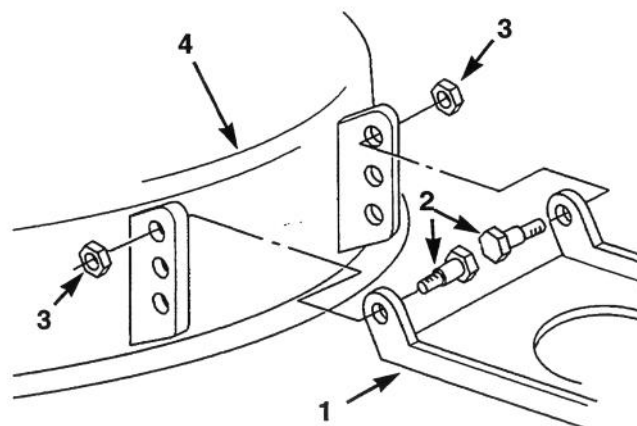

Figure 53
11. Si une inclinaison entre 6,4 et 15,8 mm ne peut être obtenue en tournant l'écrou de réglage, déplacer le support de pivot sur la tondeuse (Fig. 53).
12. Déposer les boulons à épaulement et les contre-écrous de la tondeuse. (Fig. 53)
13. Abaisser le trou de rodage de pivot de la tondeuse et reposer les boulons à épaulement et les contre-écrous.(Fig. 53)